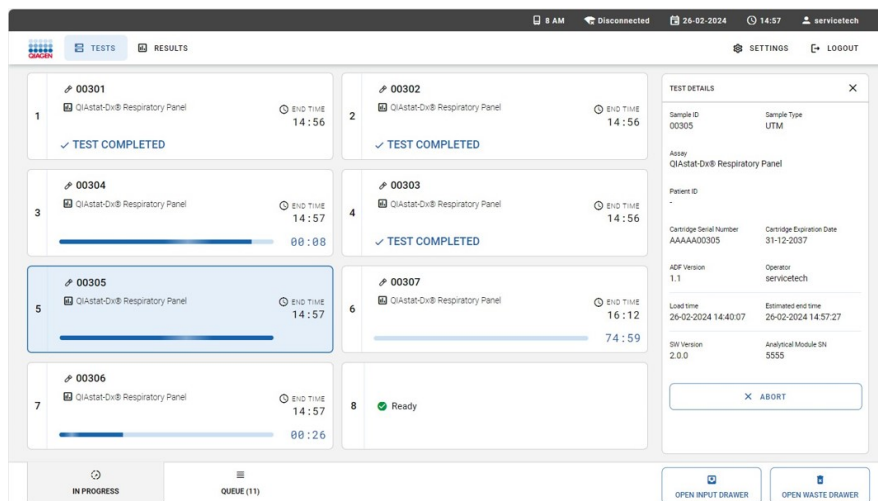

Bild 40. Avbryta ett prov som körs.
Ett prov kan annulleras medan testet körs inuti den analytiska enheten (AM). För att annullera ett prov, gå till fliken **IN PROGRESS** (PÅGÅR) på skärmen **TESTS** (TESTER), välj sedan provet och tryck på **ABORT** (AVBRYT) i det nedre högra hörnet av skärmen (Bild 40).